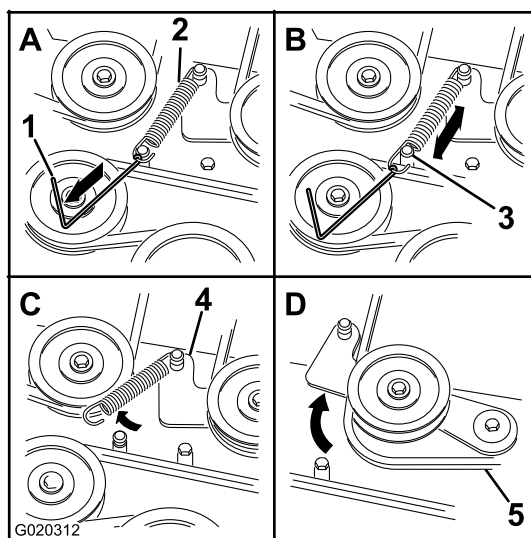

Figure 64
7. À l'aide d'un outil de dépose de ressort (réf. Toro 92-5771), décrochez le ressort de tension de l'ergot sur le tablier pour éliminer la tension sur la poulie de tension (Figure 64).
10. Acheminez la courroie neuve autour des poulies du tablier de coupe et de la poulie d'embrayage, sous le moteur (Figure 64).
11. À l'aide d'un outil de dépose de ressort (réf. Toro 92-5771), accrochez le ressort de tension à l'ergot situé sur le tablier, ce qui a pour effet d'exercer une tension sur la poulie de tension et la courroie du tablier de coupe (Figure 64).